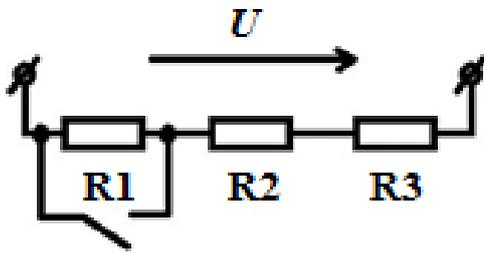

Рис. 1.37. Схема к контрольному вопросу 1
1. Как изменится напряжение на участках R_2 и R_3 при замыкании ключа К ($U = \text{const}$) (рис. 1.37)?